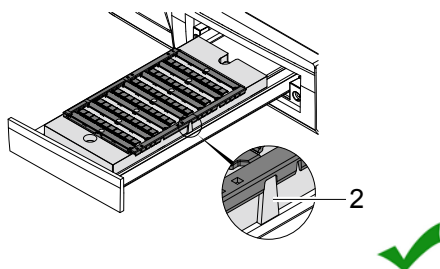
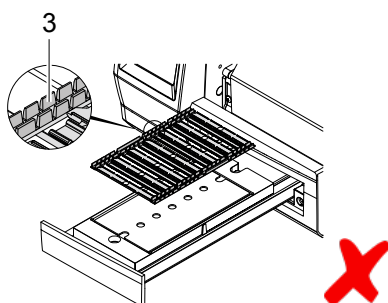

Figure 11 Insertion correcte de la matière UCT, pieds vers le bas
Figure 12 Insertion incorrecte de la matière UCT, pieds vers le haut
- ▶ Insérer la matière avec les petits rectangles sur le bord arrière gauche et les pieds (Figure 12, 3) vers le bas. La matière doit s'engager parfaitement dans le guide (Figure 11, 2) du magasin.